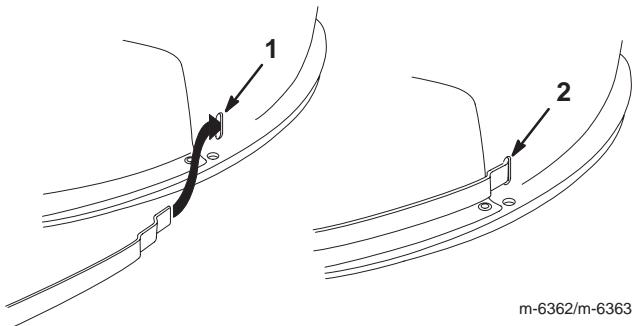

**Figure 15**
- Retirez le boulon, la rondelle et l'écrou qui rapprochent les extrémités des 2 bandes (Fig. 15).
- Rapprochez les extrémités des 2 bandes qui entourent l'obturateur Recycler, comme illustré à la Figure 15.
14. Rapprochez les extrémités des 2 bandes qui entourent l'éjecteur, comme illustré à la Figure 15.
15. Alignez les trous à l'extrémité des bandes et fixez les deux bandes ensemble à l'aide du boulon, de la rondelle et de l'écrou retirés précédemment (Fig. 15).